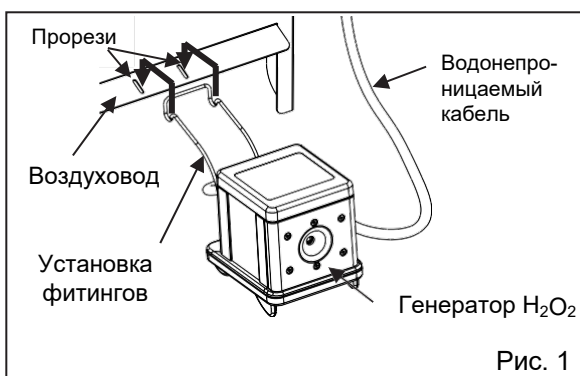

Рис. 1
<Левая сторона дисплея> [Рис. 1]
2. На экране Меню переместите курсор на «Alarms & Controls» / [Рис. 1] с помощью клавиш Вверх/Вниз (△▽) и нажмите клавишу ввода (ENTER).
2. На экране Меню переместите курсор на «Alarms & Controls» [Рис. 1] с помощью клавиш Вверх/Вниз (△▽) и нажмите клавишу ввода (ENTER).
6. Соедините один конец водонепроницаемого кабеля (входит в комплект поставки генератора H₂O₂) с генератором H₂O₂ и вставьте установочные фитинги генератора H₂O₂ в прорези воздуховода (Рис. 1).